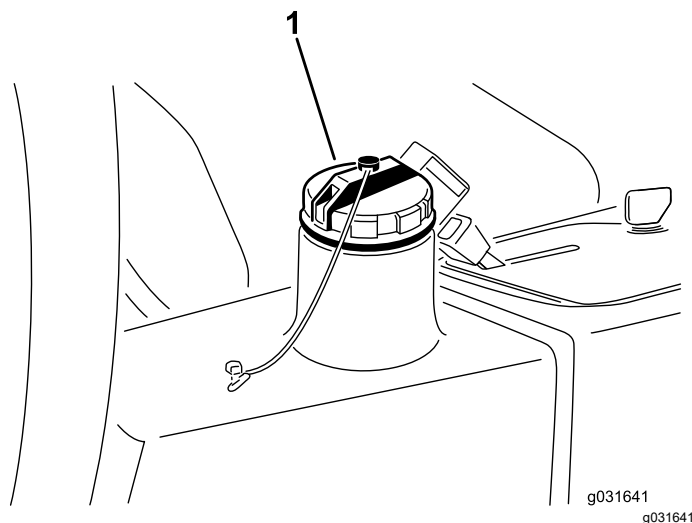

Рисунок 66
4. Залейте в гидравлический бак (Рисунок 66) приблизительно 13,2 литра гидравлической жидкости; см. Проверка гидравлической системы \(страница 61\).